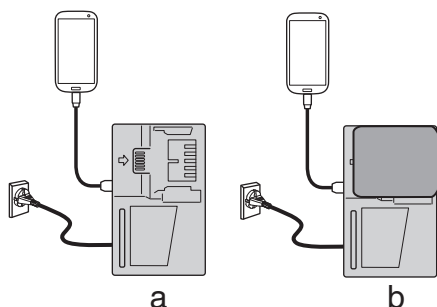

Fig. 3
- Charger un dispositif USB à partir d'une prise électrique (Fig. 3-a)
- Charger un dispositif USB et une batterie à partir d'une prise électrique (Fig. 3-b)